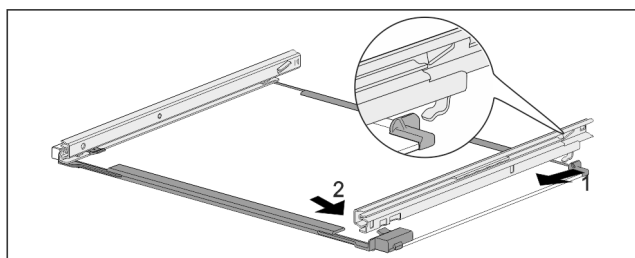

Fig. 152 带轨道的玻璃隔板
- 轨道后部钩入。 Fig. 152 (1)
- 轨道前部卡紧。 Fig. 152 (2)